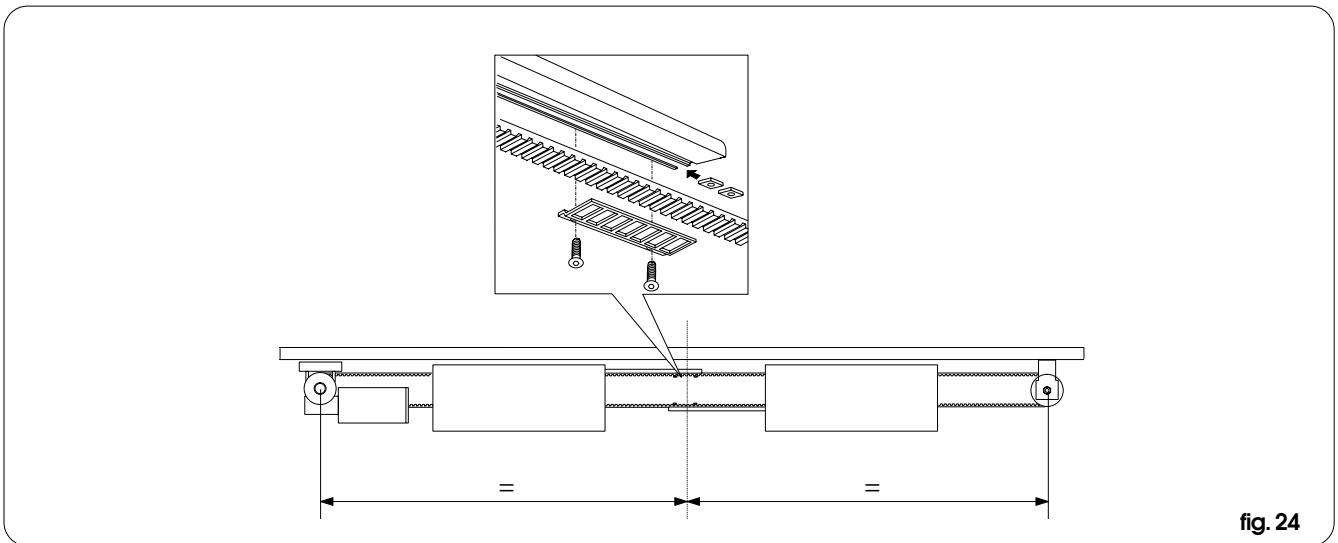

fig. 24
- monteer de tweede verplaatsingsstang zoals op fig. 24.